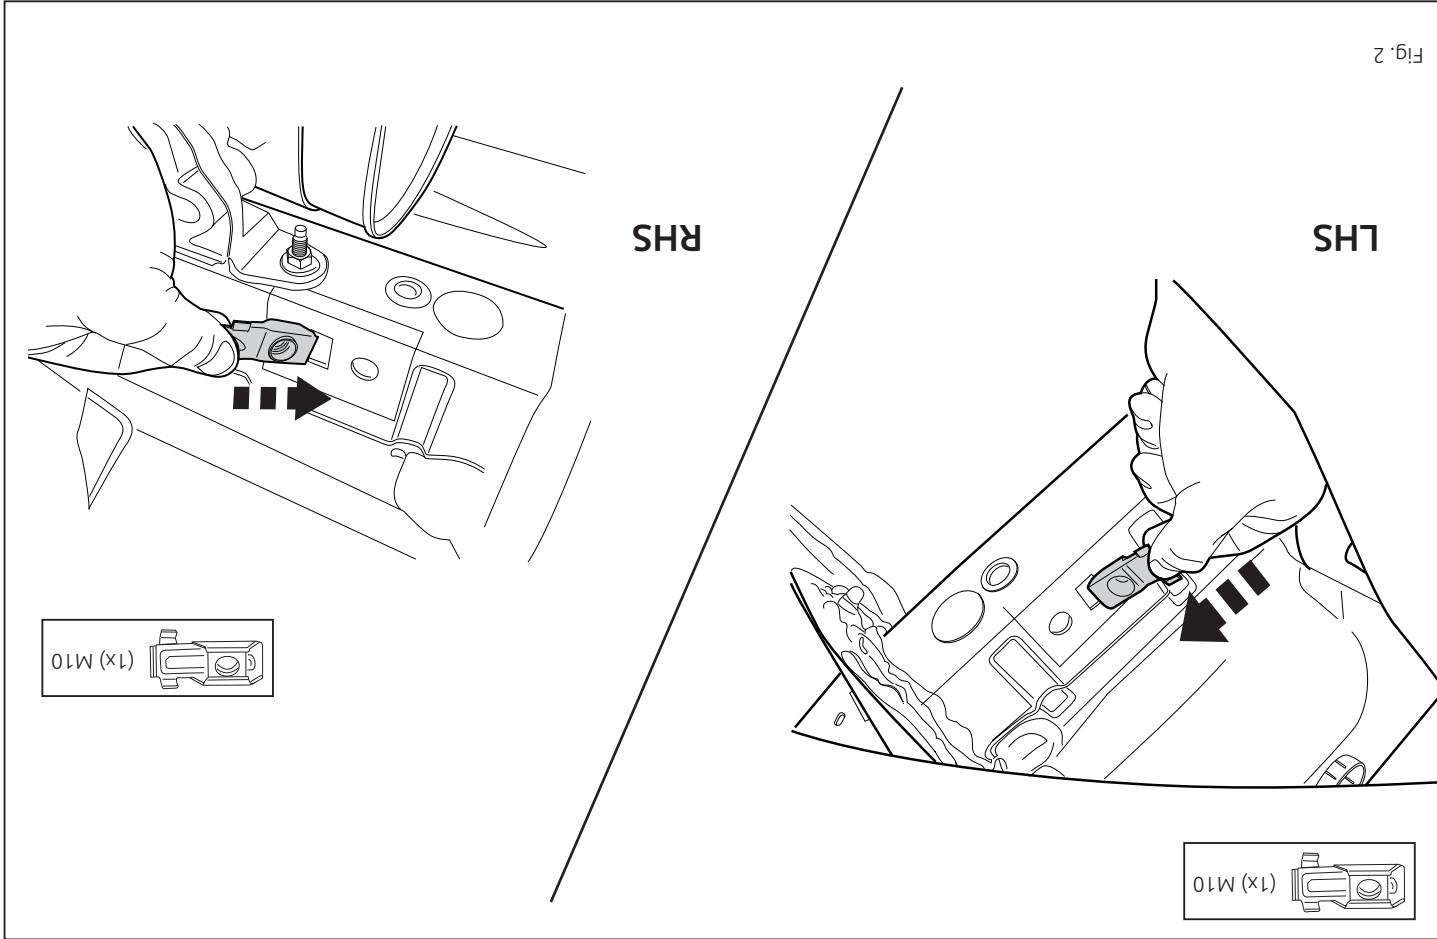

Fig. 2
3. Position the cage nuts. See figure 2.
3. Die Käfigmuttern einsetzen. Siehe Abbildung 2.
3. Поставить гайки от кузова. См. рисунок 2.